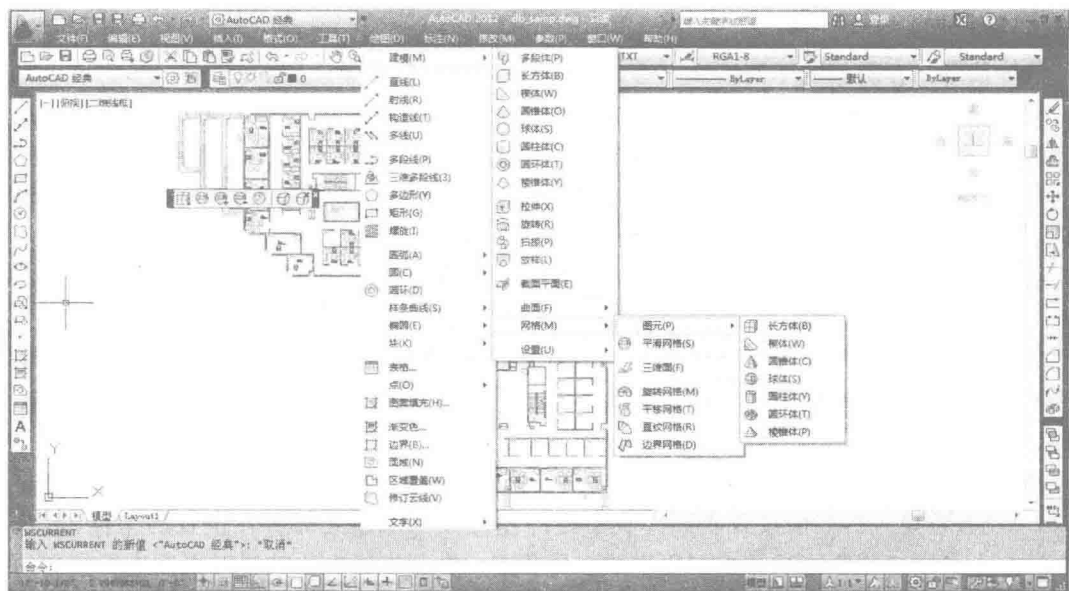

图 1-4 AutoCAD 经典界面
④AutoCAD 经典界面,如图 1-4 所示。
如图 1-4 所示的是一个 AutoCAD 经典界面的屏幕布局,在 AutoCAD 的左上角顶部和右下角的底部都有模式切换按钮可以进行模式的切换。